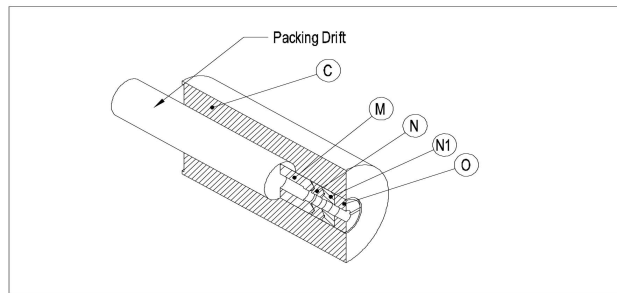

图 7
4) 装入新的密封圈 ( N ) 和密封压套 ( M )。用塑料棒往下推。( 见图 7 )